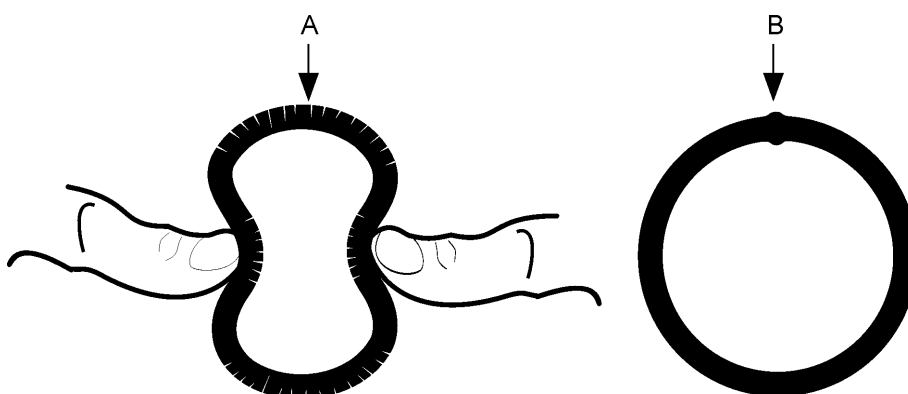

Abb. 7-6
- ♦ Keine Beschädigungen, wie Risse oder Verdickungen. Siehe Abb. 7-6, 185.